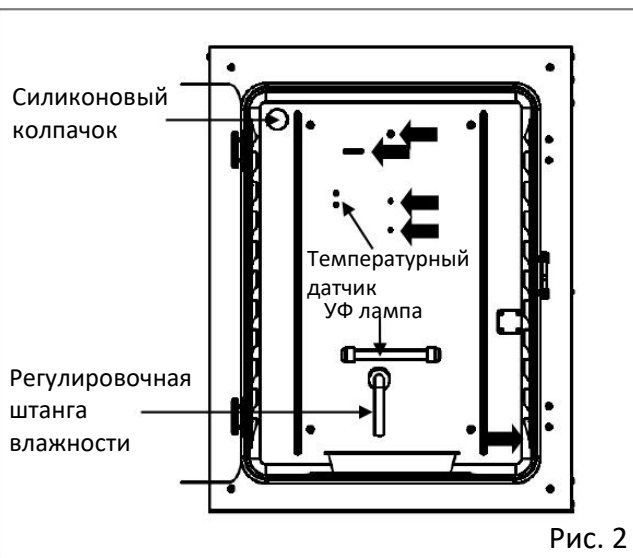

Рис. 2
Не используйте моющие средства или антисептические растворы с кислотой, щелочью или хлором. Это может привести к обесцвечиванию, коррозии или ржавчине. Будьте осторожны, чтобы избежать попадания моющего средства или воды на датчик температуры, порт для ввода газа CO₂, порт доступа для взятия образцов внутреннего воздуха, подшипник вентилятора на валу двигателя и отверстие для взятия образцов внутреннего воздуха (Рис. 2 ◀).
Кроме того, нельзя мыть датчик температуры и ультрафиолетовой лампы с использованием моющего средства. Это может привести к их отказу (Рис. 2).
3. Извлеките увлажнительный поддон (Рис. 2).